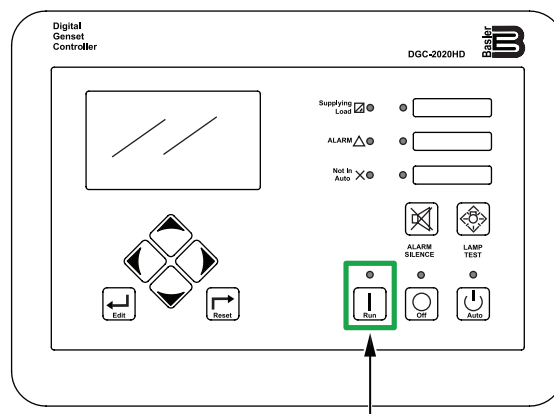

Figure 85. Contrôleur numérique (bouton Run)
6. Appuyez sur le **bouton Run** (Figure 85) pour démarrer le moteur.